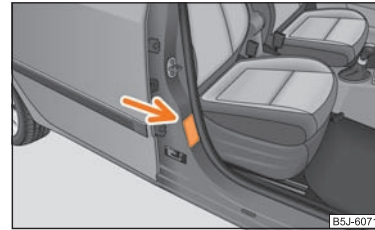

Abb. 118 Aufkleber an der mittleren Karoseriesäule auf der Beifahrerseite
- Auf diese Tatsache weist auch der Aufkleber hin, der sich an der mittleren Karoseriesäule auf der Beifahrerseite befindet ⇒ Abb. 118. Der Aufkleber ist nach dem Öffnen der Beifahrertür sichtbar. Für einige Länder ist der Aufkleber auch an der Sonnenblende des Beifahrers angebracht.